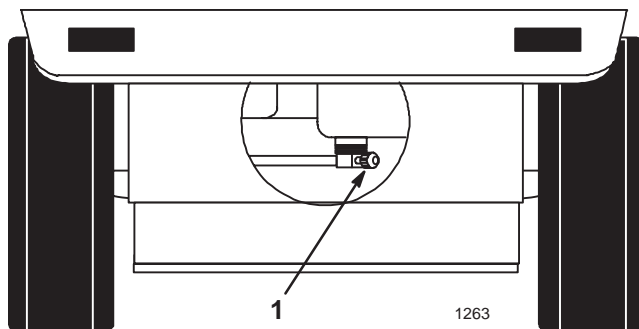

Bild 38
3. Schließen Sie den Kraftstoffhahn am Kraftstofftank (Bild 38).
8. Öffnen Sie den Kraftstoffhahn am Kraftstofftank (Bild 38).